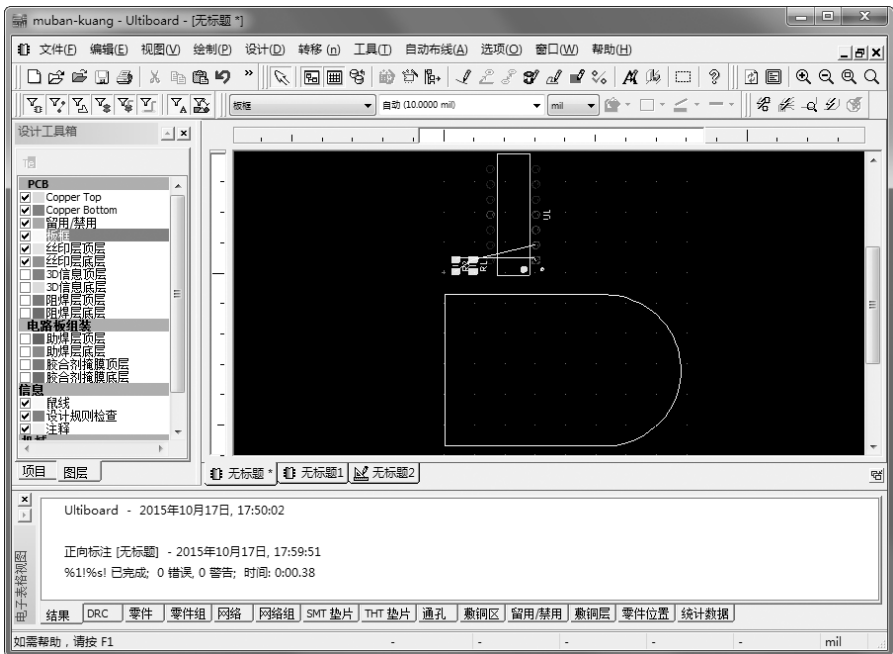

图 11-64 导入网络表后的 PCB 图
3) 单击  按钮，导入封装元器件，此时可以看到在 PCB 图布线框的外侧出现了导入的所有元器件的封装模型，如图 11-64 所示。该图中的黄色边框为线框，各元器件之间仍保持着与原理图相同的电气连接特性。